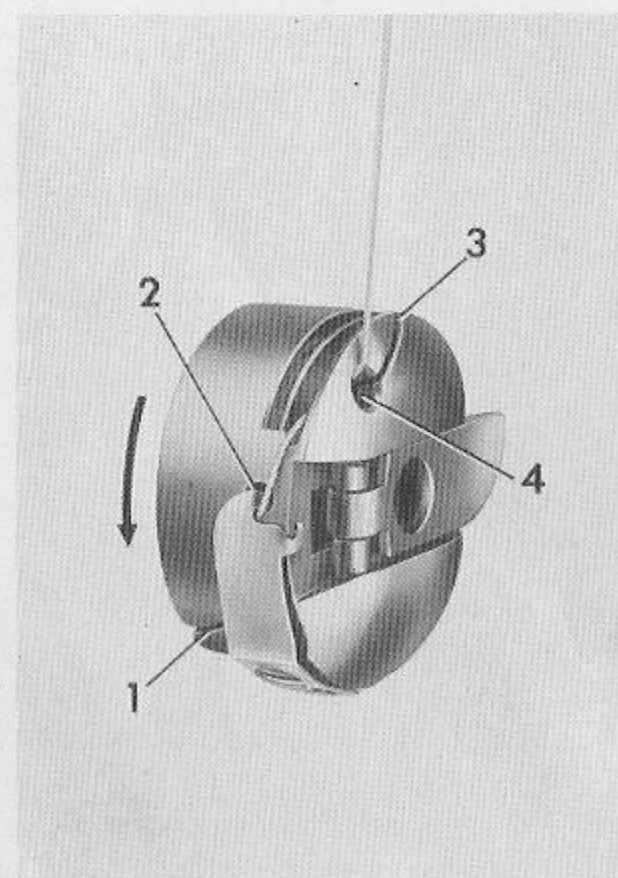

Abb. 4
2. Gefüllte Spule in die Kapsel legen – beim Fadenabzug muß sich die Spule in Pfeilrichtung (siehe Abb. 4) drehen.
3. Einfädeln nach Abb. 4